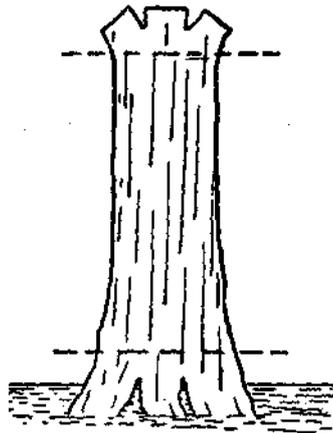
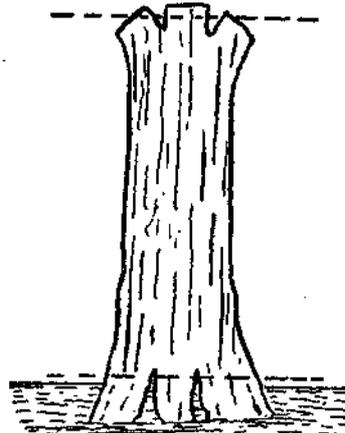

Fig. 110
Fig. 111
*Processo de corte das árvores* (Figs. 110 e 111). — Cortando-as segundo a Fig. 111, não racham.